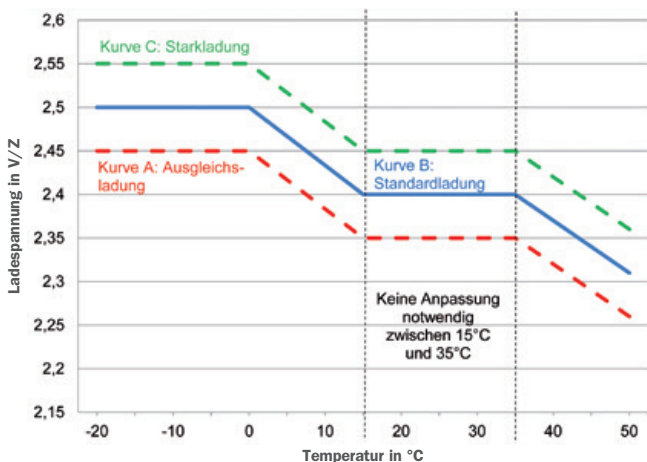

Abb. 7–2: Ladespannung als Funktion der Temperatur in zyklischen Solaranwendungen
- Max. 2,4 V/Zelle bis zu 72 Stunden (siehe Graph A in Abb. 7–2).